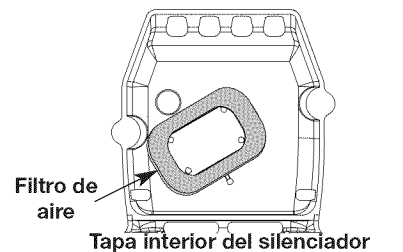

Fig. 13
- Gire la tapa y ubique el filtro de aire adentro. Saque el filtro de aire de adentro de la tapa del filtro de aire / silenciador (Fig. 13).
2. Inserte los cuatro (4) tornillos en los orificios de la cubierta del silenciador / filtro de aire (Fig. 13) y ajústelos. No los ajuste demasiado.